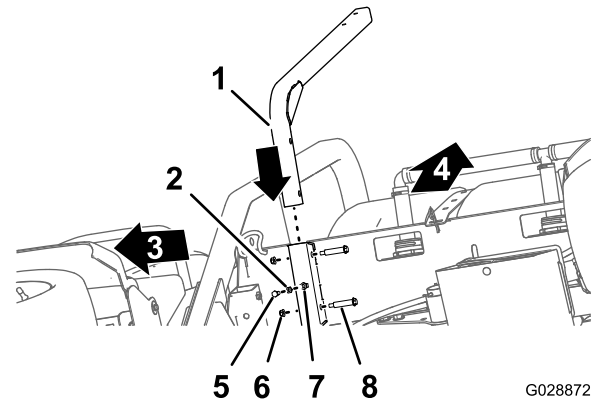

Figure 35
- Alignez le tube de support du réservoir d'eau douce et le profilé de support du réservoir (Figure 35).
- Alignez les trous du tube de support et les trous du profilé (Figure 35).
3. Fixez le tube au profilé (**Figure 35**) au moyen de 2 boulons à épaulement et 2 contre-écrous ($\frac{3}{8}$ ").
4. Vissez l'écrou de blocage ($\frac{3}{8}$ ") sur le boulon ($\frac{3}{8}$ " x 1") ; voir **Figure 35**.
5. Vissez le boulon et l'écrou de blocage dans l'écrou soudé au bas du profilé de support du réservoir, et serrez le boulon et l'écrou de blocage (**Figure 35**).